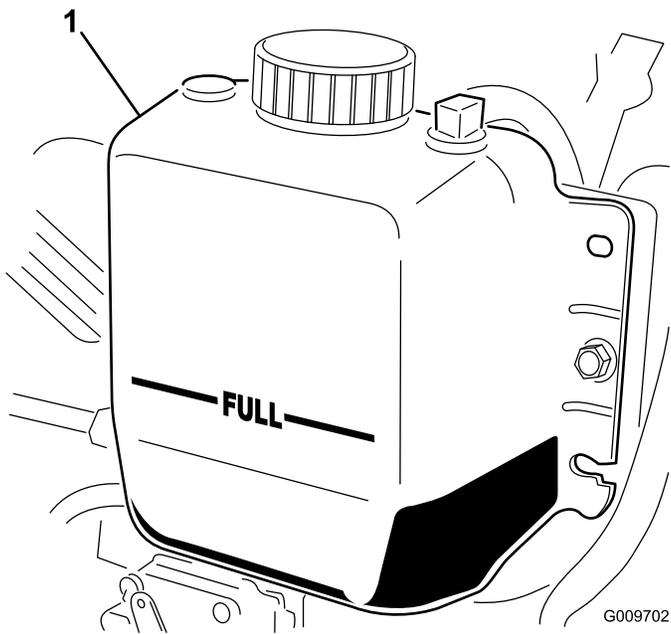

Figure 112
**Remarque:** Le radiateur doit être rempli jusqu'en haut du goulot de remplissage et le vase d'expansion jusqu'au repère maximum (Figure 112).